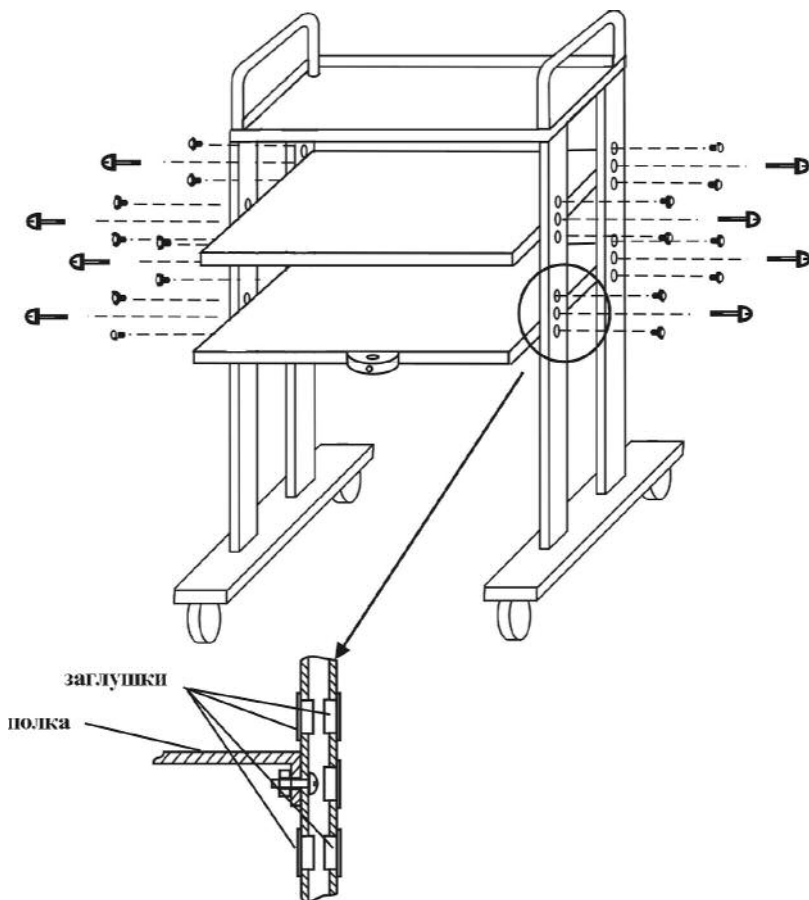

Рис.7.
4.3. Установить среднюю и нижнюю полки между спаренными опорами и закрепить их в центральных регулировочных отверстиях на спаренных опорах с помощью винтов М6х20 и гаек М6. При фиксировании использовать шайбы  $\varnothing 6$  и шайбы-гровер. Средняя и нижняя полки устанавливаются "поддонной" стороной вниз в отличие от верхней полки. Рис.7.
После закрепления полок установить в крепежные и регулировочные отверстия на боковых поверхностях спаренных опор соответствующие декоративные заглушки (Рис.7.).